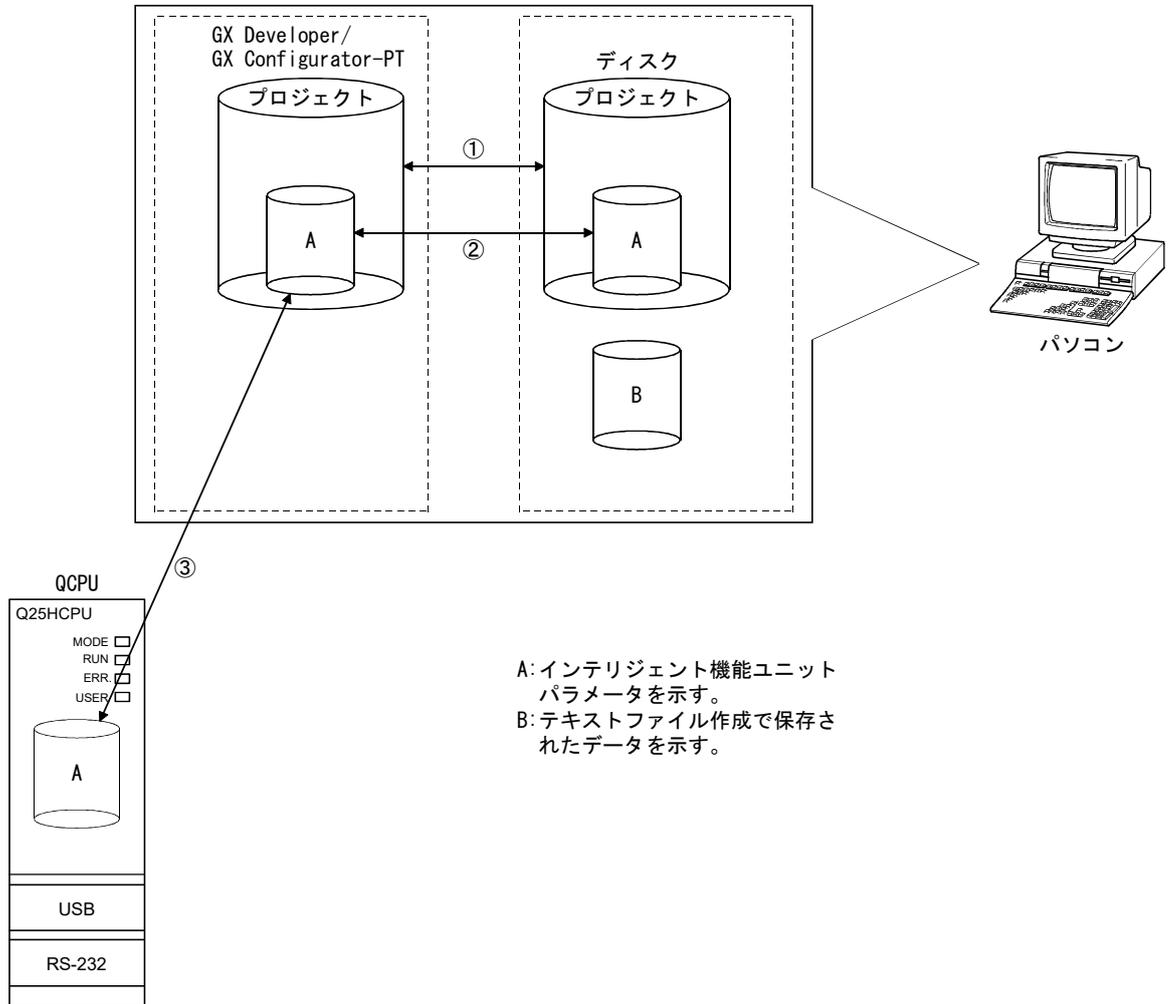

図6.1 ユーティリティパッケージで作成されるデータの関連図
ユーティリティパッケージで作成する下記のデータ／ファイルは、GX Developerの操作でも扱います。それぞれのデータ／ファイルをどの操作で扱うかを図6.1に示します。
(b) 図6.1に示す①～③は次の操作で行います。
- ① GX Developerから操作します。